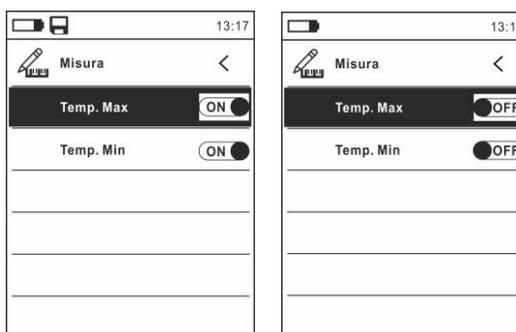

Fig. 13 Menu Misura
9. Selezionare la voce "Misura" e premere il tasto o ► per abilitare l'attivazione/disattivazione dei cursori associati al punto più "caldo" o più "freddo" nell'immagine termografica (vedere Fig. 13)